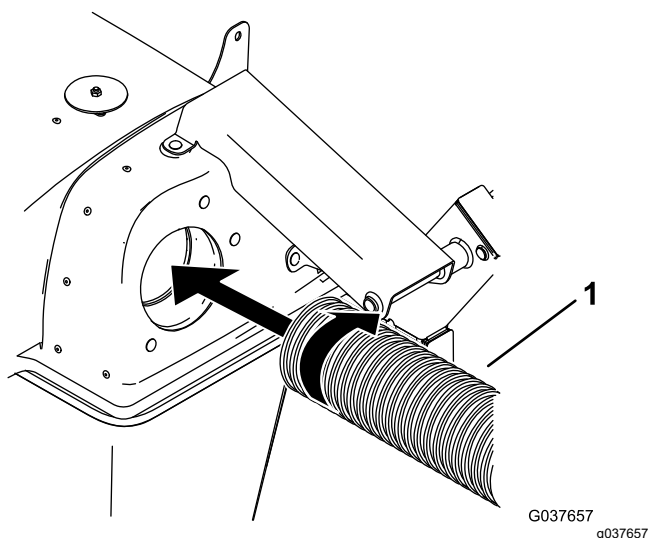

Figura 21
1. Enrosque 1 extremo de la manguera en la tapa de 2 a 3 roscas (Figura 21).